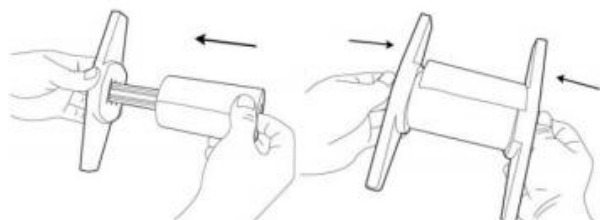

Рисунок 10-1
2. Согласно внутреннему размеру загружаемого ролика с носителем (лентой) вставьте его в держатель (Рис. 10-1 и 10-2).